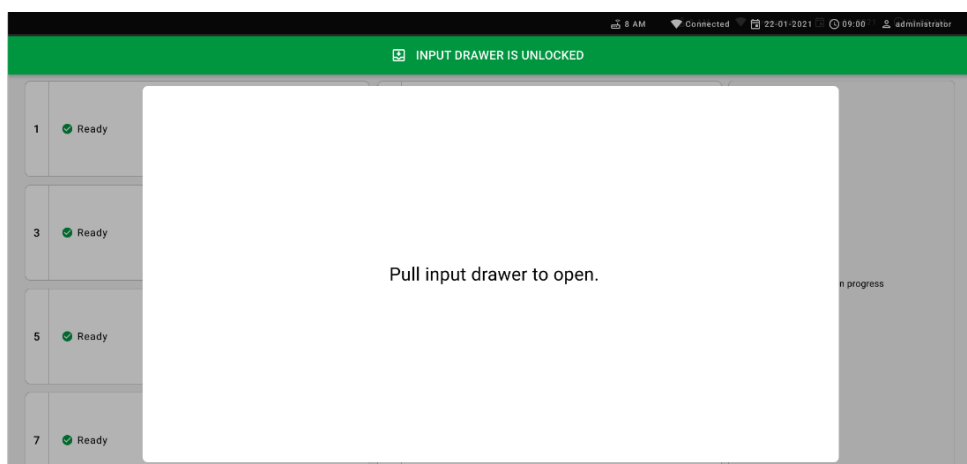

Figure 55. Boîte de dialogue du tiroir d'échantillon ouvert.
6. Lorsque vous y êtes invité, tirez le tiroir d'entrée pour l'ouvrir (Figure 55).